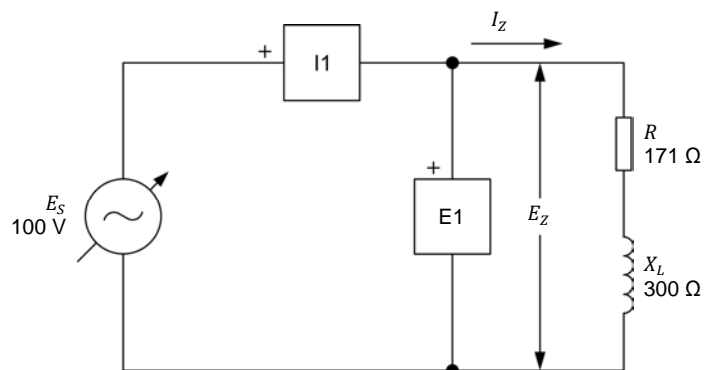

Figure 2-18. Circuit ca en série contenant une résistance et une bobine.
27. Montez le circuit montré dans la figure 2-18.